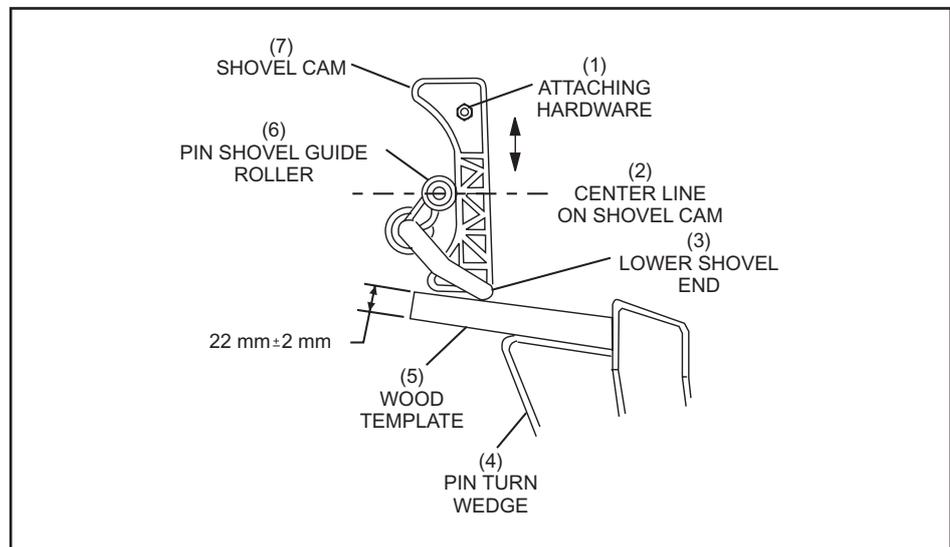

Figure 5-19. Ajustement de came de pelle de quille d'élévateur.
- a. Faites tourner les pelles de quilles de l'élévateur de sorte que la surface inférieure de la pelle de quilles soit de $22 \text{ mm} \pm 2 \text{ mm}$ au-dessus de la surface supérieure des clés de tour de quilles. Reportez-vous à la Figure 5-19.
- (1) MATÉRIEL D'ATTACHEMENT
- (2) LIGNE CENTRALE SUR LA CAME DE PELLE
- (3) EXTRÉMITÉ INFÉRIEURE DE PELLE
- (4) CLÉ DE TOUR DE QUILLE
- (5) GABARIT EN BOIS
- (6) ROULEAU DE GUIDE DE PELLE DE QUILLE
- (7) CAME DE PELLE